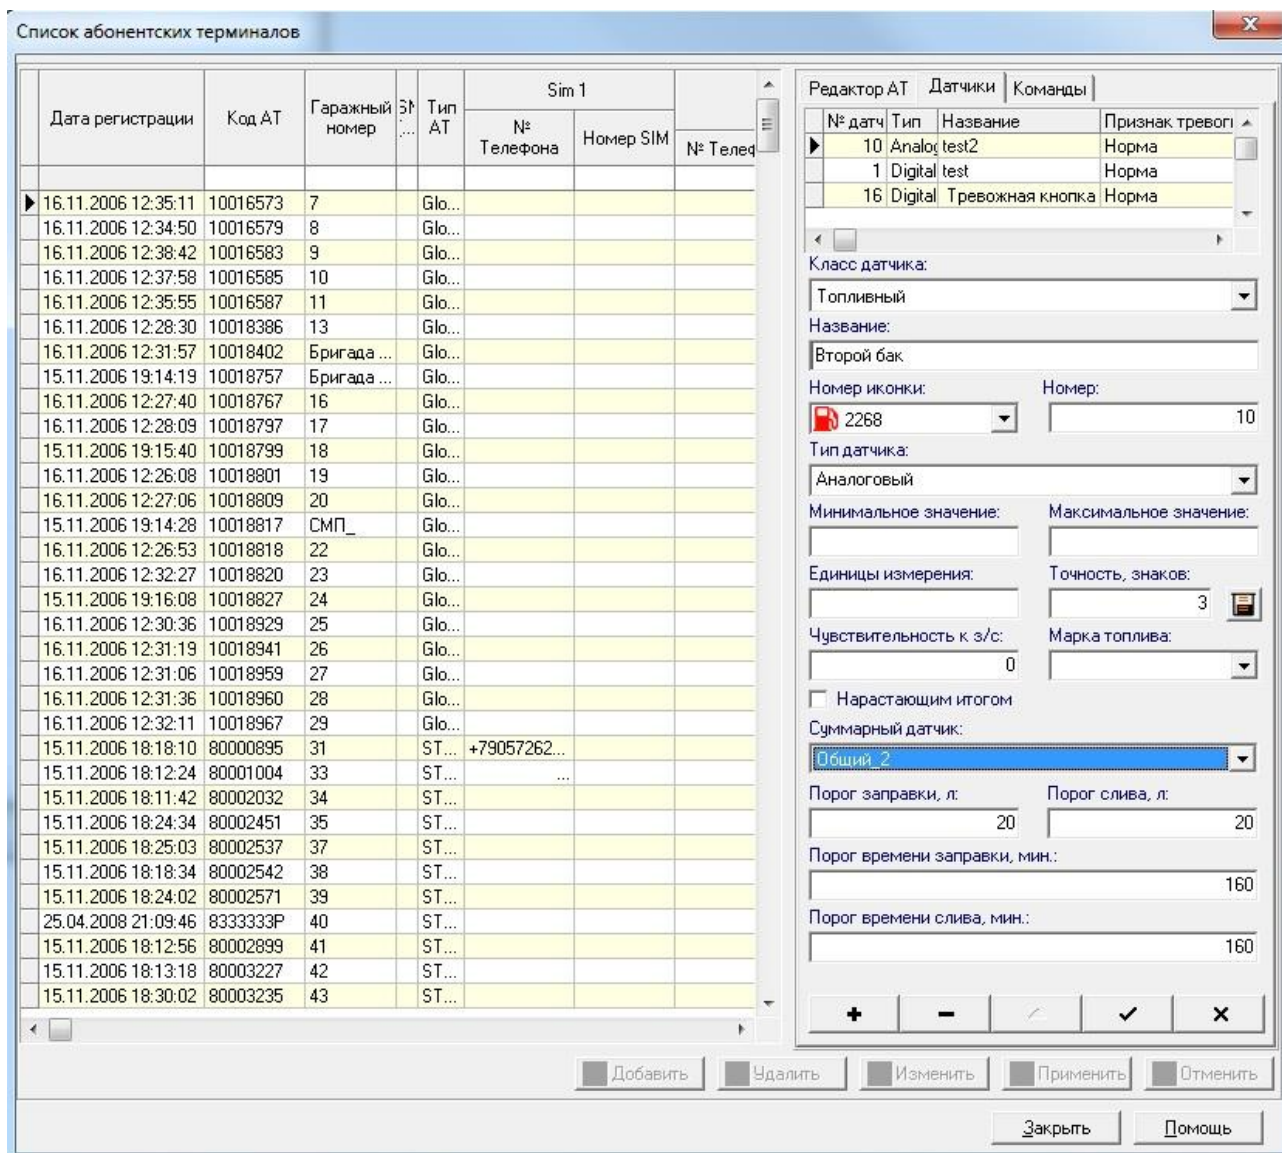

Рисунок 30 – Пример конфигурирования поля «Суммарный датчик» топливного датчика одного из суммарных датчиков
- 3 Для всех установленных аналоговых топливных датчиков (которые подлежат объединению) в поле «Суммарный датчик» установить значение «Общий». Рисунок 30 иллюстрирует пример подключения датчика с названием «Второй бак» к «объединяющему» баку всех топливных датчиков (баков) ТС. Программа будет вести учет расхода топлива из всех «объединенных» баков ТС.